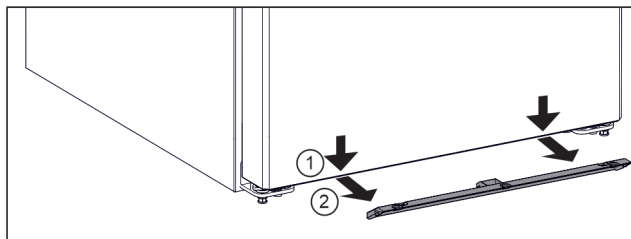

Fig. 6
- ▶ Потяните москитную сетку вниз. Fig. 6 (1)
- ▶ Снимите москитную сетку движением вперед. Fig. 6 (2)